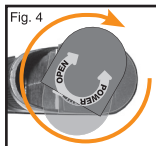

Fig. 5
- Retire la correa trasera (Fig. 5).